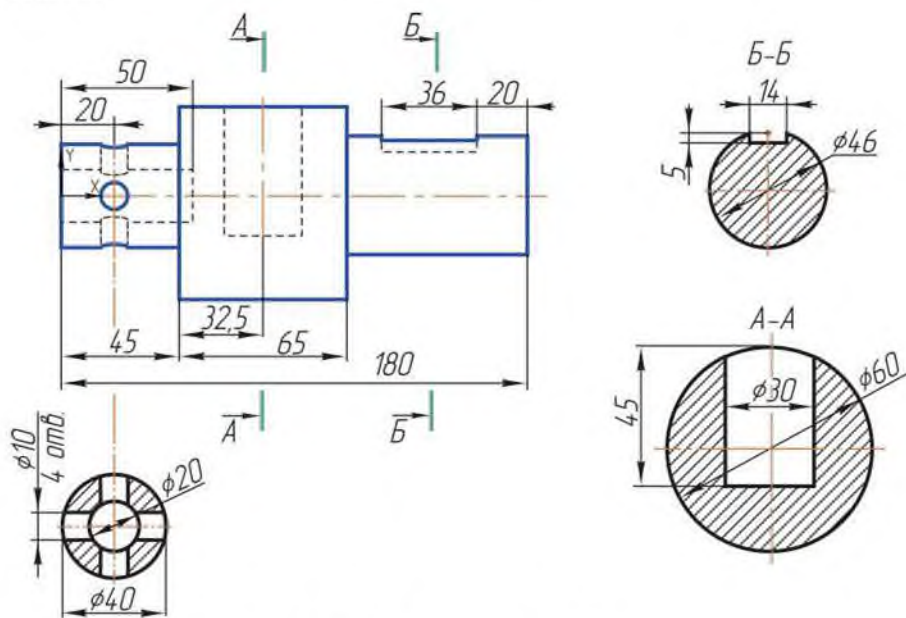

Рисунок 7.19 Чертеж детали «Вал»
15. Самостоятельно преобразуйте чертеж детали «Вал» (рисунок 7.19) так, чтобы была видна форма шпоночного паза. Обоснуйте выполненные преобразования.